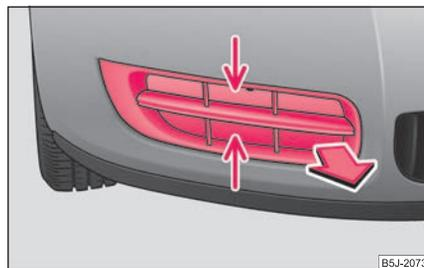

Fig. 196 Paragolpes delantero: rejilla protectora
- Coja la rejilla por los puntos indicados por unas flechas y sáquela ⇒ página 222, fig. 196.